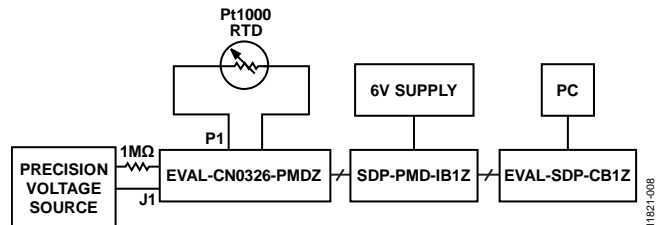
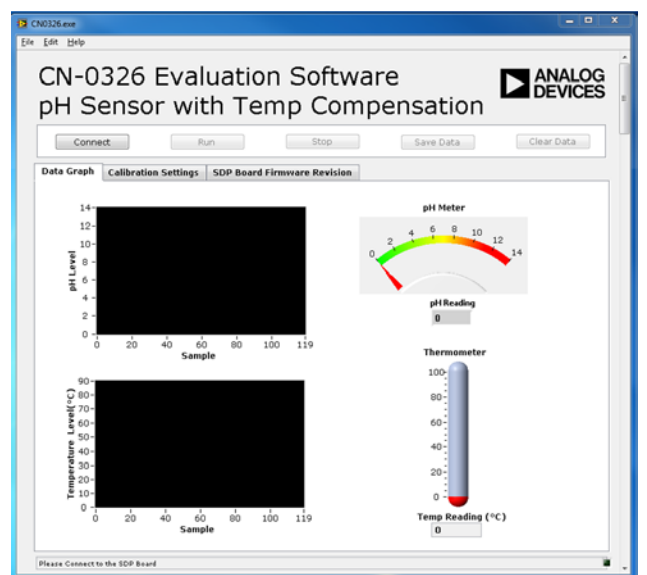

図 8. pH センサーのテスト用セットアップのブロック図
図 9. 評価用ソフトウェアのメイン画面
3. 図 9 に示すプログラムを実行する前に、BNC 端子の pH ブローブと RTD センサーを EVAL-CN0326-PMDZ の端子ジャックに接続します。
4. すべての周辺装置と電源の接続が完了して電源を入れたら、図 9 に示す GUI 上で **Connect** (接続) をクリックします。PC が評価システムを正常に検出すれば、図 9 に示すソフトウェアを使用して EVAL-CN0326-PMDZ 回路ボードの評価を行うことができます。
テスト・セットアップの機能ブロック図を図 8 に示します。テスト・セットアップは図に示すように接続してください。図 9 はソフトウェアのメイン画面のスクリーンショットです。
センサー出力のシミュレーションには Agilent E3631A と横河 GS200 高精度電源、またはそれぞれの同等品を使用します。横河の負端子は pH センサー用 ADC の負端子に接続します。正端子は抵抗と直列にし、図 8 に示すように ADC の正端子に接続します。横河の電源は ± 420 mV の電圧を生成し、この電圧で pH センサー出力をシミュレートします。次に、直列抵抗を変化させ、図 8 に示す pH プロブのガラス電極のインピーダンスをシミュレートします。
CN-0326 評価用ソフトウェアを使用し、図 8 に示すセットアップにより EVAL-CN0326-PMDZ 回路ボードのデータを取得します。